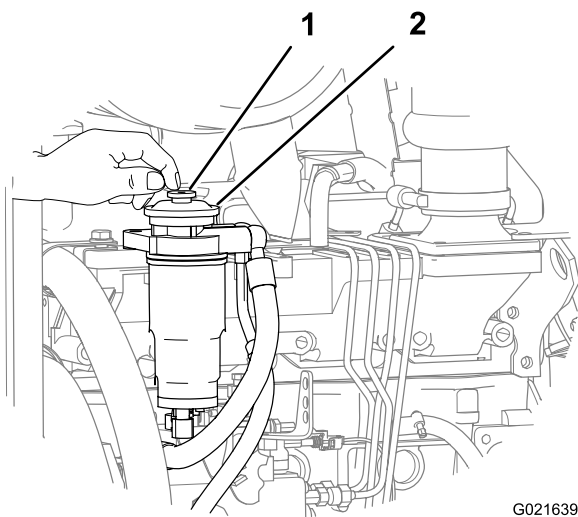

Figure 129
6. Localisez le bouton d'amorçage au sommet de l'adaptateur du filtre à carburant secondaire (Figure 129).
7. Appuyez brièvement sur le bouton d'amorçage plusieurs fois jusqu'à ce que vous sentiez une résistance lorsque vous enfoncez le bouton (Figure 129).